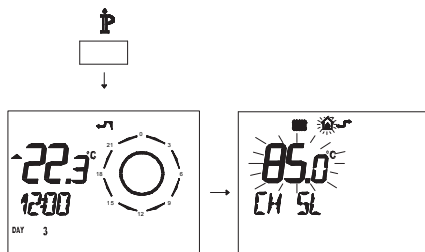

Figura 5.72
- Premere per più di 3 secondi il pulsante per entrare in modalità **INFO** (Figura 5.72).